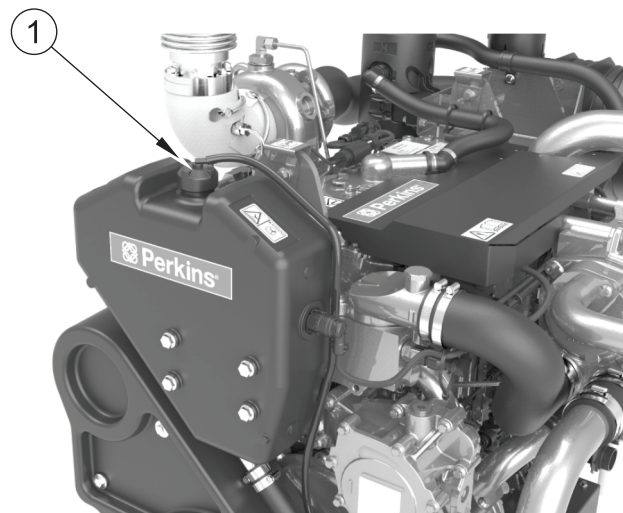

Figura 1
1. Retire el tapón de llenado (figura 1, elemento 1) del depósito de cabecera y llene lentamente el sistema de refrigeración lentamente hasta que el nivel de refrigerante esté justo por debajo de los conductos del interior del depósito